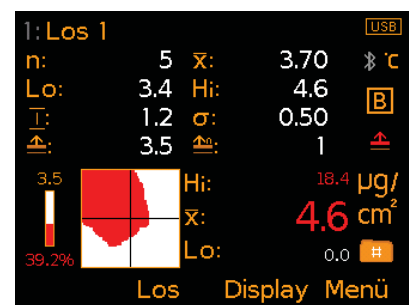

Bild 7: Statistik und Gut/Schlecht Übersicht
- **Gut/Schlecht Übersichta (Bild 7);** Eine visuelle Anzeige der Salzverunreinigung. Bereiche, in denen der Anteil löslicher Salze den festgelegten Grenzwert überschreitet, werden rot angezeigt und Bereiche, in denen er unter dem Grenzwert liegt, werden weiß angezeigt. Die Messwertbalkenanzeige links neben der Gut/Schlecht Übersicht zeigt den Grenzwert (über der Balkenanzeige) und den prozentualen Anteil des Prüfbereichs, der den festgelegten Grenzwert überschreitet (unter der Balkenanzeige), an. Die Balkenanzeige dient ebenfalls zur visuellen Darstellung des Gut/Schlecht-Prozentsatzes. Der höchste (Hi), niedrigste (Lo) und durchschnittliche ( $\bar{x}$ ) Messwert für die aktuelle Messung werden rechts angezeigt.